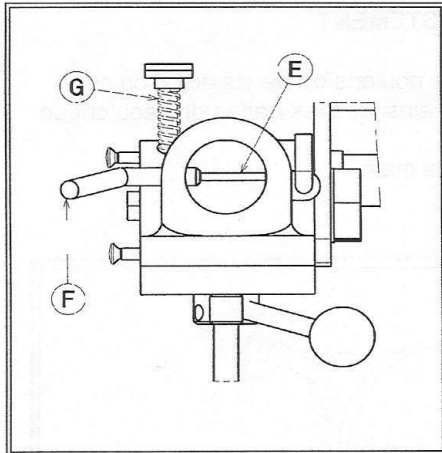

FIGURE 2
- 5) Placer le disque à défausser (C), la meule diamantée (D) et le flasque (flange) sur l'arbre du touret et serrer légèrement.
- 6) Placer la règle d'aluminium (E) dans le support d'index et serrer avec le levier (F) (Fig. 2).